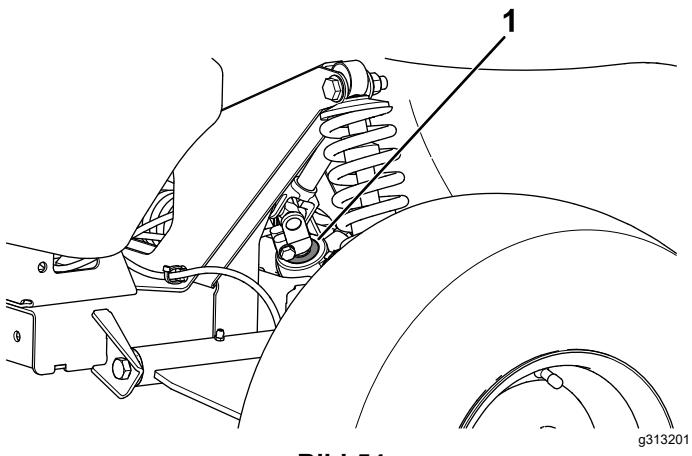

Bild 54
- Wichtig:** Überprüfen Sie den Zustand und die Sicherheit der Ritzel-Wellendichtung (Bild 54).